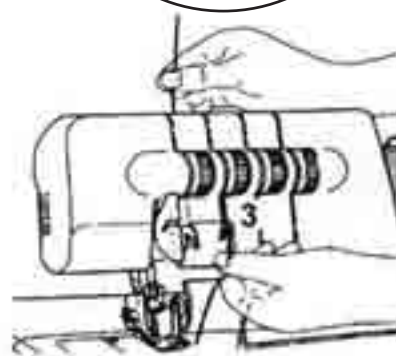

Fig. 26
3. Țineți firul fix cu degetul, ghidați-l între discurile comutatorului de tensionare a firului 15, iar apoi trageți-l în jos (3) (fig. 26).